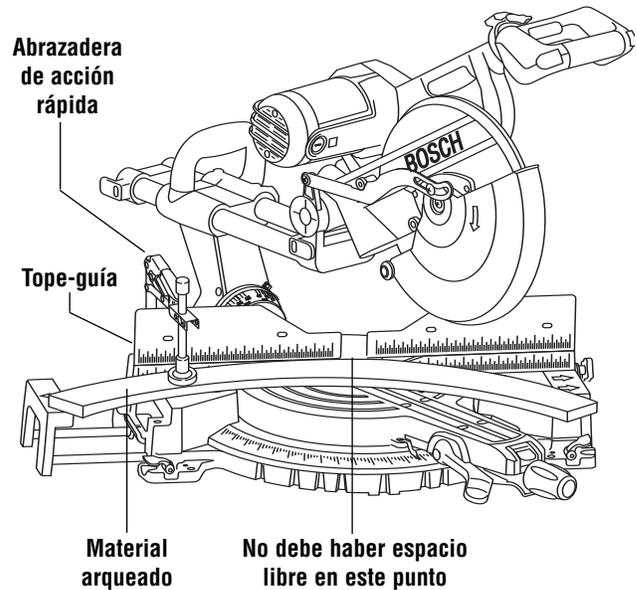

Figura 1. Material arqueado
**⚠️ ADVERTENCIA** Si la pieza de trabajo está arqueada o combada, fíjela con abrazadera con la cara exterior arqueada orientada hacia el tope-guía. Asegúrese siempre de que no haya espacio libre entre la pieza de trabajo, el tope-guía y la mesa a lo largo de la línea de corte. Las piezas de trabajo dobladas o combadas pueden torcerse u oscilar y pueden causar atasco en la hoja de sierra que gira durante el corte (Figura 1).